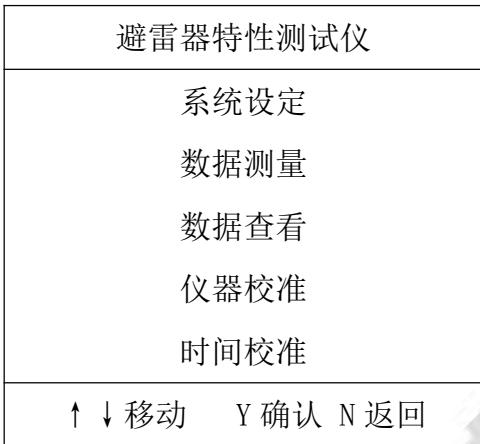

图 4 主菜单
1.接好联线和仪器电源，打开电源，屏幕上显示如下图 4 所示：